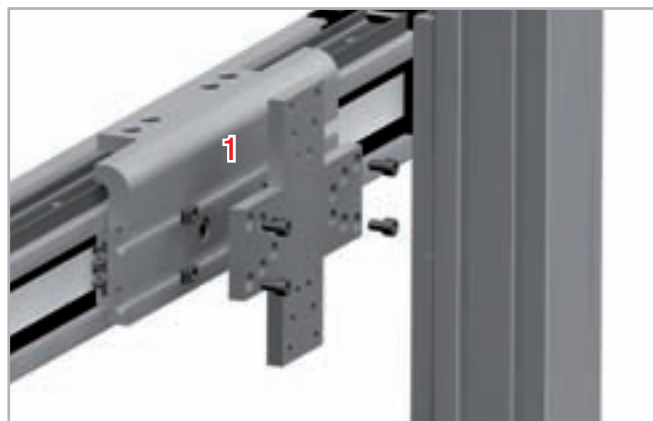

Рис. 106
1. Ввести винты с одной стороны в подготовленные для этого в соединительной пластине отверстия (см. Рис. 106).